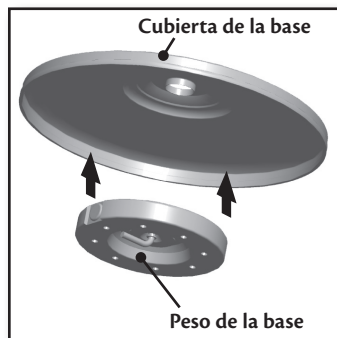

Figura 3
1. Inserte el peso en la cubierta de la base. Figura 3.